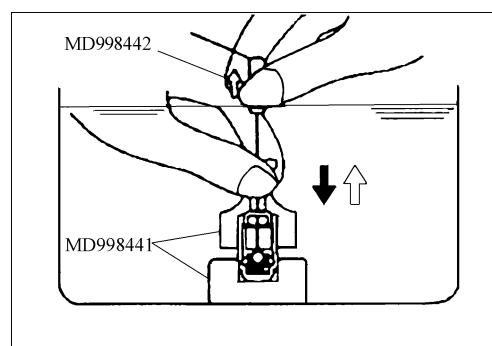

图 2-60 向下移动柱塞
11) 如图 2-60 所示, 竖直液压挺柱并使其柱塞在顶端, 稳定地向下移动柱塞, 直到其达到最大行程, 再慢慢返回柱塞, 然后释放钢球, 使压力腔内充满柴油。